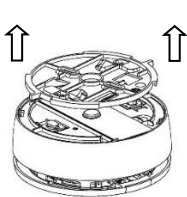

Figura 5
2. Retire o suporte plástico do detector (ver Figura 5).
1. Retire o suporte plástico do detector (ver Figura 5).